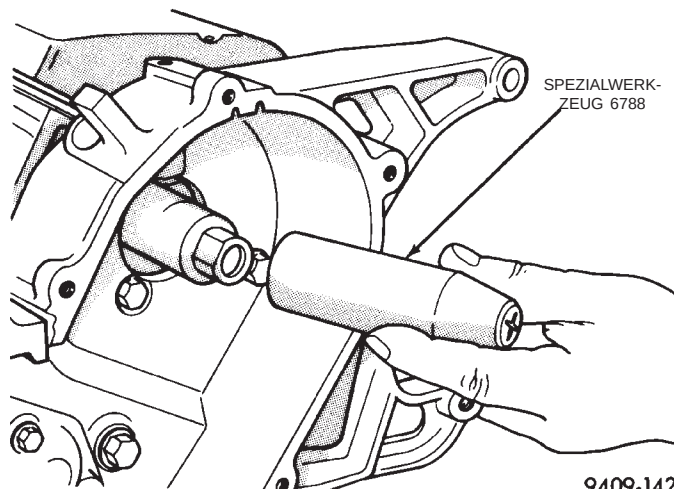
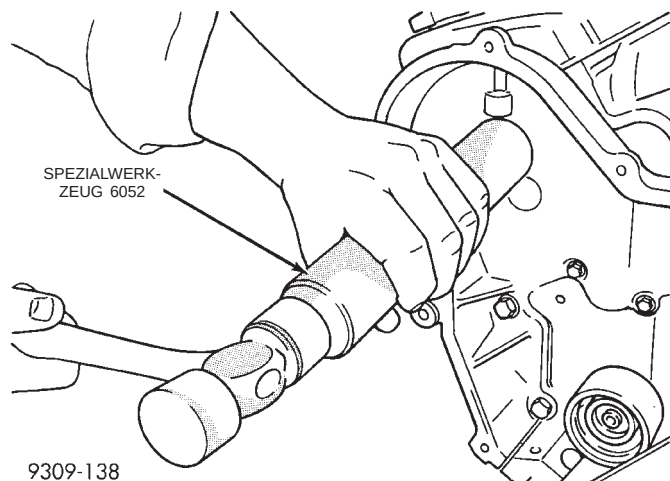

Abb. 75 Schutzhülse für Nockenwellendichtring
Abb. 76 Nockenwellendichtring einbauen
(1) Dichtlippe des Nockenwellendichtrings dünn mit Motoröl bestreichen.
(2) Wellendichtring mit Schutzhülse 6788 (Abb. 75) und Einbauwerkzeug 6052 montieren (Abb. 76).
(3) Nockenwellenräder montieren. Siehe entsprechende Anleitung in diesem Abschnitt.